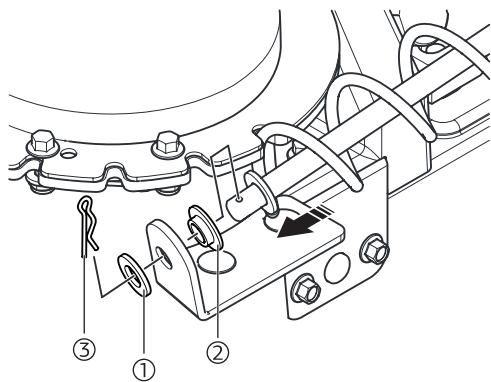

Рис. 7
5. Установите ручку поворота желоба с помощью стопорной гайки (1), посадочной втулки (2) и стопорного пальца (3) (Рис. 7).